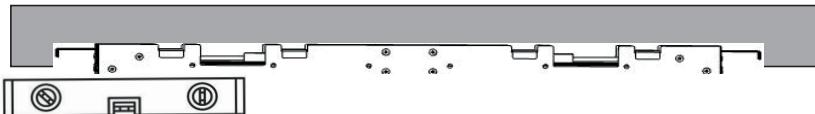

FIG.4
- IT** Per una corretta installazione del soffione multifunzione, è necessario fissare saldamente il telaio di sostegno alla struttura del soffitto (od eventualmente al telaio del controsoffitto) per mezzo delle alette di fissaggio (4) e/o con viti autofilettanti passanti nei fori (5). Un corretto posizionamento del telaio di sostegno prevede le uscite dell'acqua in posizione centrale e l'allineamento del bordo inferiore del telaio con la superficie esterna del soffitto (Fig.4).
- EN** For a correct installation of the multifunctional showerhead, it is necessary to securely fix the support frame to the ceiling frame (or to the false ceiling frame) through the fins (4) and/or through set screw in the slots (5). For a correct placement of frame must be at the center of the frame, and the lower edge of the frame must be aligned with the external surface of the ceiling (Fig.4).
- FR** Pour une installation correcte de la pomme douche multifonction, fixer fermement le châssis de soutien à la structure du plafond (ou éventuellement au châssis du faux plafond) avec les ailettes de fixation (4) et/ou avec les vis à auto-taraudage passant dans les trous (5). Un positionnement du châssis de soutien correct envisage les sorties de l'eau en position centrale et l'alignement du bord inférieur du châssis avec la surface extérieure du plafond (Fig.4).
- DE** Für eine korrekte Installation vom Multifunktionsduschkopf muss man den Stützrahmen mittels der Befestigungsösen (4) und/oder mit selbstschneidenden Schrauben, welche in die Bohrungen eingeführt werden (5) sicher an der Deckenstruktur (oder gegebenenfalls am Rahmen der Zwischendecke) befestigen. Eine korrekte Positionierung vom Stützrahmen sieht die Wasserausgänge in zentraler Position vor und die Ausrichtung des unteren Rahmenrandes mit der externen Oberfläche der Decke (Abb.4).
- ES** Para una correcta instalación del rociador multifunción, es necesario fijar fuertemente el bastidor de soporte en la estructura del techo (o eventualmente en el bastidor del falso techo) con el auxilio de las aletas de fijación (4) y/o de tornillos de autoenroscado, pasantes en los agujeros (5). Un correcto posicionamiento del bastidor de soporte prevé las salidas del agua en posición central y la alineación del borde inferior del bastidor con la superficie externa del techo (Fig.4).
**RU** Для правильной установки многофункциональной душевой лейки необходимо прочно прикрепить опорную раму к потолочной конструкции (или, возможно, к раме подвесного потолка) с помощью крепежных лапок (4) и/или саморезов, проходящих через отверстия (5).
Правильное расположение опорной рамы предусматривает расположение водовыпусков в центре и совмещение нижнего края рамы с внешней поверхностью потолка (рис. 4).
En korrekt placering av stödramen förutsätter vattenutgångar i centralt läge och inriktning av ramens nedre kanter med takets yttre yta (Fig. 4).
如水从中间位置流出，且框架的下边缘同顶板外表面对齐，那么表示支撑框架定位正确（图4）。
- IT** Prima di fissare il telaio assicurarsi che quest'ultimo sia correttamente allineato al soffitto (Fig.4).
- EN** Before fixing the frame, make sure that it is aligned with the ceiling (Fig.4).
- FR** Avant de fixer le châssis vérifier que ce dernier est correctement aligné au plafond (Fig.4).
- DE** Bevor man den Rahmen fixiert sollte man sich vergewissern, dass dieser korrekt zur Decke ausgerichtet ist (Abb.4).
- ES** Antes de fijar el bastidor, asegúrense de que esté correctamente alineado con el techo (Fig.4).
- RU** Перед креплением рамы убедитесь, что последняя правильно выровнена с потолком (рис.4).
- SV** Innan du fäster ramen ska du försäkra dig om att denna är korrekt inriktad med taket (Fig.4).
- ZH** 固定框架前, 请确保框架已经正确同顶板对齐 (图4)。